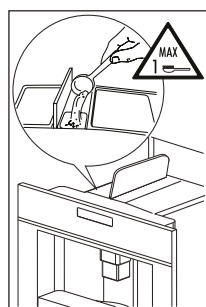

Fig. 26
- Lever le couvercle central, placer une mesure de café prémoulu dans la trémie (Fig. 26), pousser l'appareil de nouveau en place et procéder tel qu'il est décrit dans la section « Faire du café avec des grains de café ».